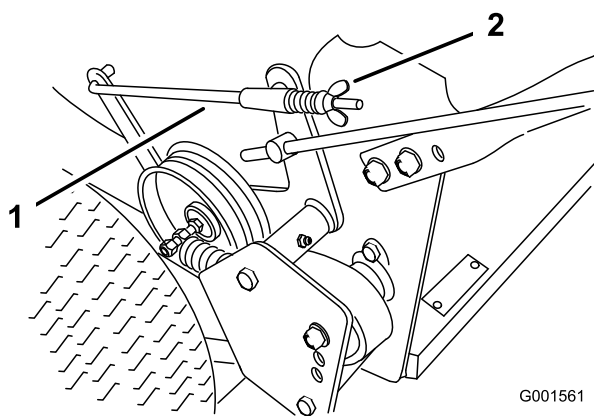

Figura 31
3. Para ajustar los frenos, gire las tuercas de orejeta de las varillas de freno (Figura 31). Gire las tuercas de orejeta en el sentido de las agujas del reloj para apretar los frenos; gírelas en el sentido contrario a las agujas del reloj para aflojarlas.